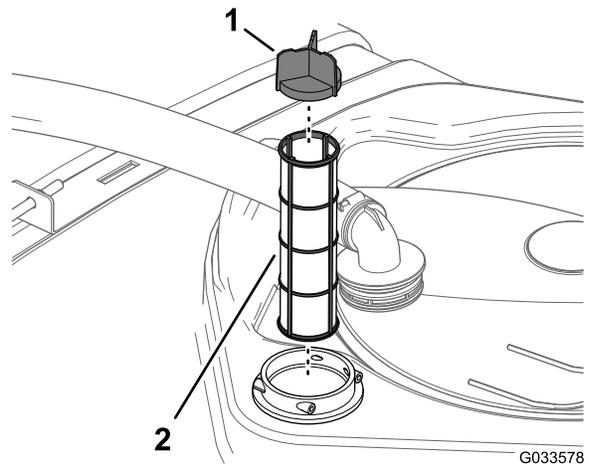

図 59
4. フィルタハウジングタンク内部から古いフィルタを取り出す **図 59**。